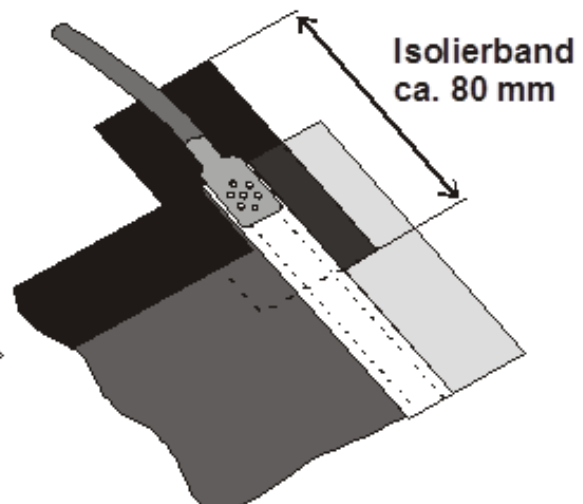

Abb. 7: Abdecken der Klemmverbindung
3. Klemmverbindung auf ihre Qualität prüfen und mit Isolierband Scotch Nr.22 (oder gleichwertiges) von beiden Seiten abdecken. (Abb. 7)
4. Überprüfen Sie, ob die Lötverbindung von einwandfreier Qualität ist und decken Sie die Lötstelle analog Abb.7 mit Isolierband ab.